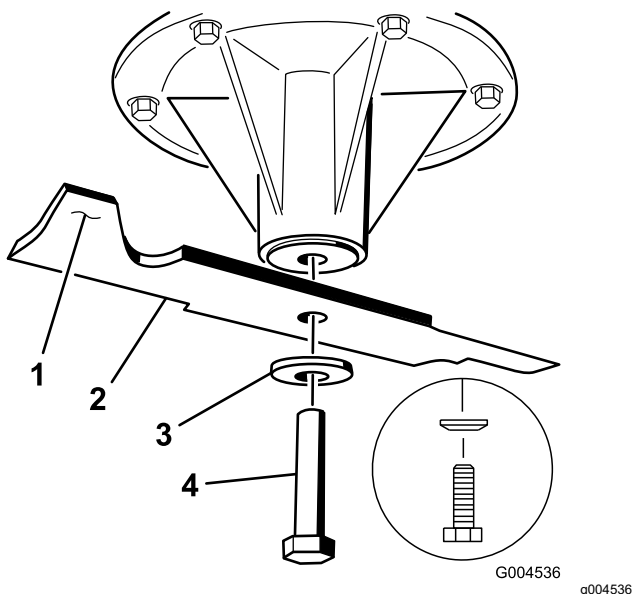

Figure 77
2. Placez la lame sur l'axe (Figure 77).
3. Montez la rondelle bombée et le boulon de lame (Figure 77).
Remarque: Le cône de la rondelle bombée doit être dirigé vers la tête du boulon (Figure 77).